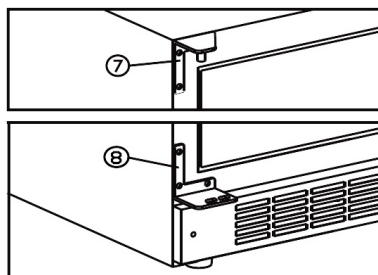

fig. 8.4
- Montera fast de medskickade vänstra övre och nedre gångjärnen (7+8). Se fig. 8.4
- Sätt i dörrstiftet (3) i det nedre gångjärnet.
- Montera fast dörren i det övre gångjärnet (7) och på dörrstiftet (3), skruva fast stiftet (1)